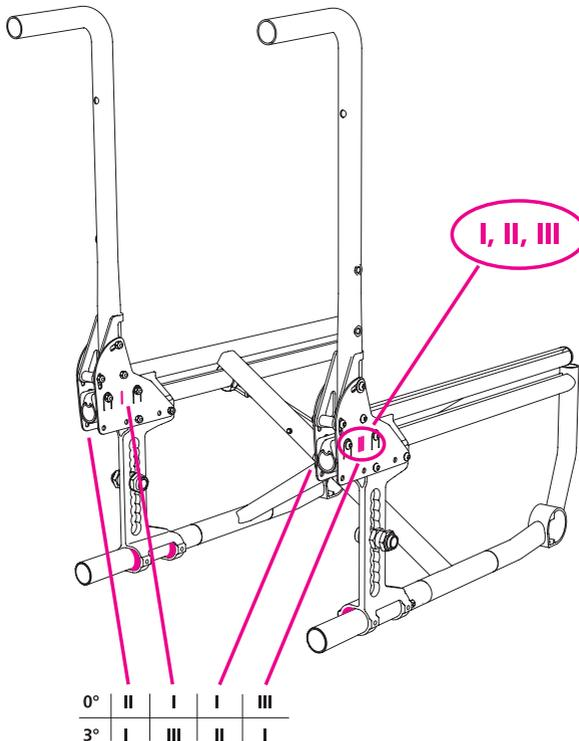

Abb.52
2. Für eine eindeutige Identifikation sind die Platten mit den Nummern I (2 x), II, III markiert (Abb. 52).